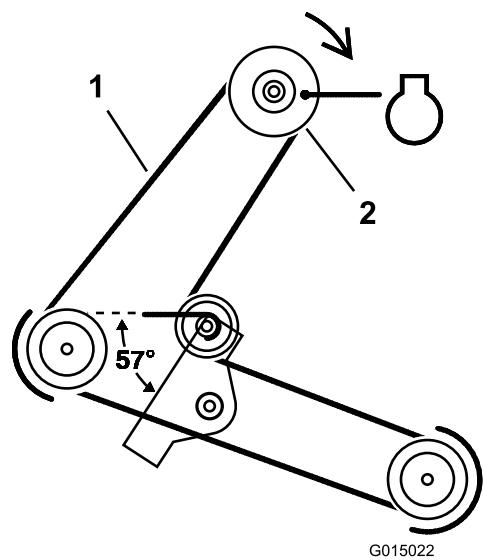

Figura 32
5. Retire la correa del cortacésped de la polea del embrague eléctrico (Figura 32).
- Instale la correa del cortacésped en la polea del embrague eléctrico (Figura 32).